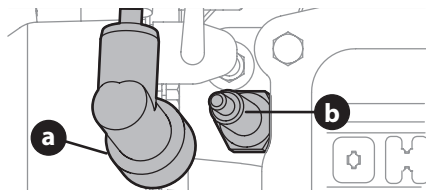

Figure 10
1. Enlevez le couvre-borne (a) de la bougie et retirez la bougie (b) avec une clé à cliquet (Figure 10).